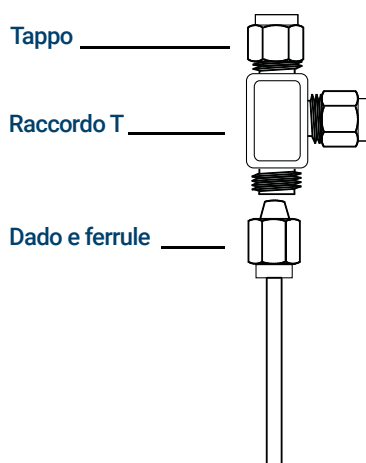

Figura 29. T Swagelok
- 1 Tagliare il tubo dove si desidera installare il T. Collegare il tubo e il T con un raccordo Swagelok. Vedere **Figura 29**.